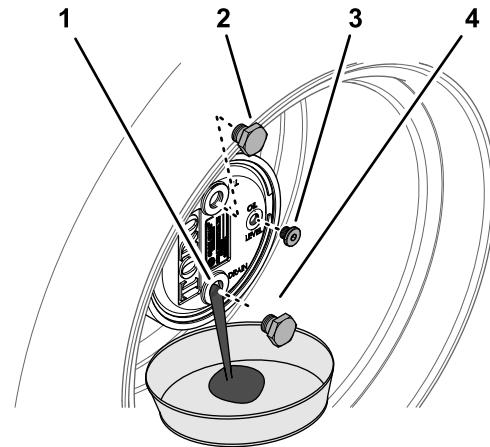

Figure 74
- Enlevez le bouchon de remplissage de la position 12 heures et le bouchon de contrôle de la position 3 heures (Figure 74).
- Placez un bac de vidange sous le moyeu du train planétaire, enlevez le bouchon de vidange à la position 6 heures et vidangez toute l'huile (Figure 74).
- Insérez le bouchon de vidange dans l'orifice de vidange du carter de train planétaire (Figure 74).